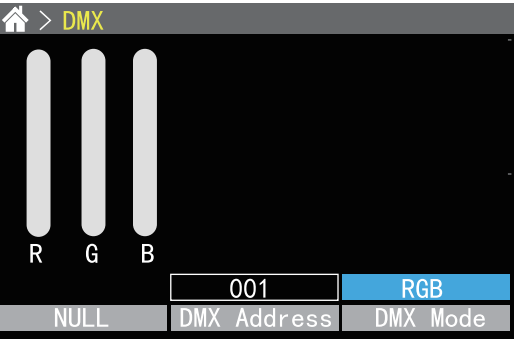

Fig.22 DMX Mode
- 1) Set in "DMX mode"(Fig.22);